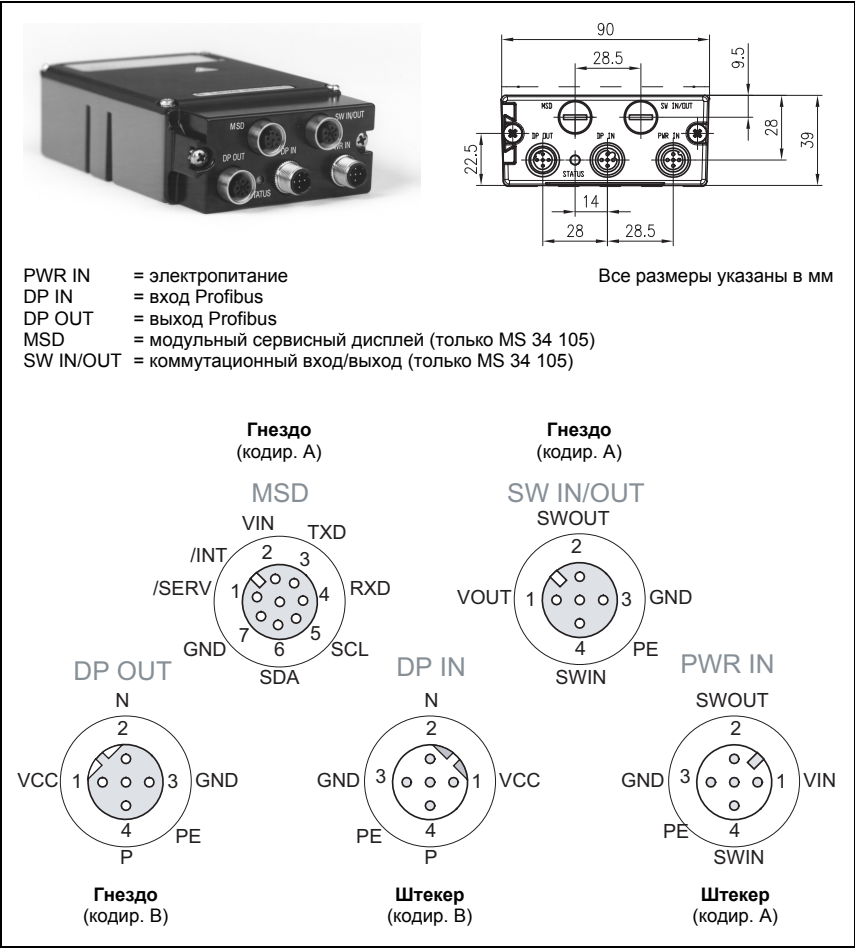

Рис. 6.6: Схема контактов BCL 34 с MS 34 103/MS 34 105
- Соединить жилы (рис. 6.6 или Таблица 6.3) и плотно прикрутить верхнюю часть разъема к втулке разъема (⑤ на рис. 6.7).
① Штекерные разъемы **KD 02-5-SA** или **KD 02-5-BA**
②
③
④
⑤